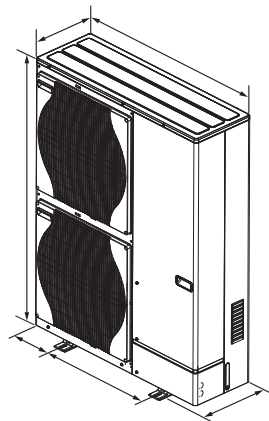

Fig. 2-2
2.2. Außenmaße (Außenanlage) (Fig. 2-2)